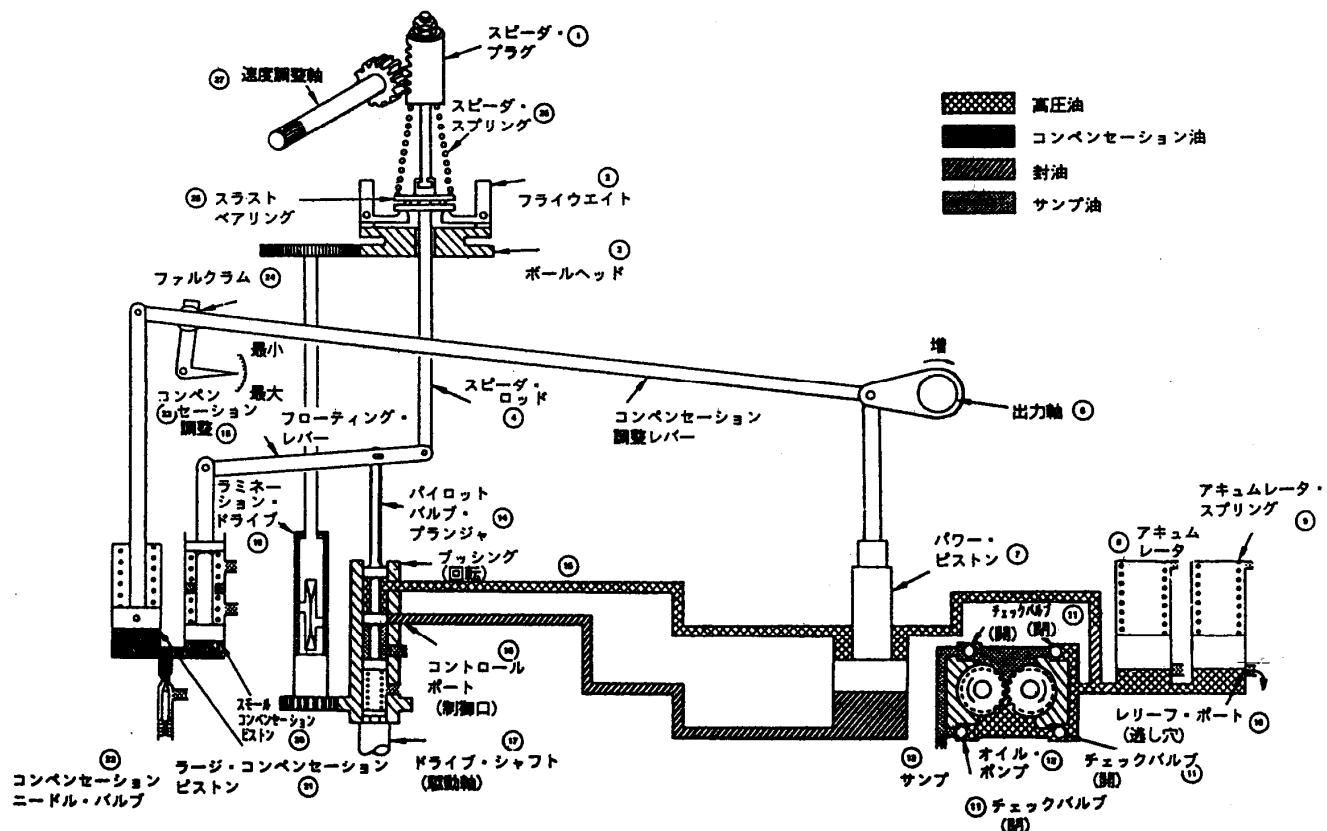

図 3-1. UG レバー・ガバナ作動概略図
UG レバー・ガバナの作動を理解するために図 3-1. に示す概略図を参照下さい。
パイロットバルブプランジャ (14) が下がると、高圧油はパワー・ピストン (7) 下部に流れ、ピストンを押し上げます。パイロットバルブプランジャが上がるとピストン下部のオイルはサンプへ逃げピストン (7) 上部に作用する圧油はピストンを下げます。パイロットバルブプランジャ (14) がその中心位置にある時は、図 3-1. 作動概略図に示す様に制御面は制御口を塞ぎ、パワー・ピストンは静止したままとなります。パイロットバルブプランジャの動きはボールヘッドシステム (3) とスマートおよびラージ・コンペんセーションピストン (20 と 21) により制御されます。
ラージコンペニセーションピストン (21), スモールコンペニセーションピストン (20), フローティングレバー (18), コンペニセーションアジャスティングレバー (5), アジャスタブルファルクラム (24) およびコンペニセーションニードルバルブ (22) がコンペニセーションシステムを形成します(図3-1. を参照下さい)。
UG レバー・ガバナの作動をより理解しやすくするため図 3-1. を参照下さい。この作動概略図は基本部分のみで他の補助装置は含んでおりません。